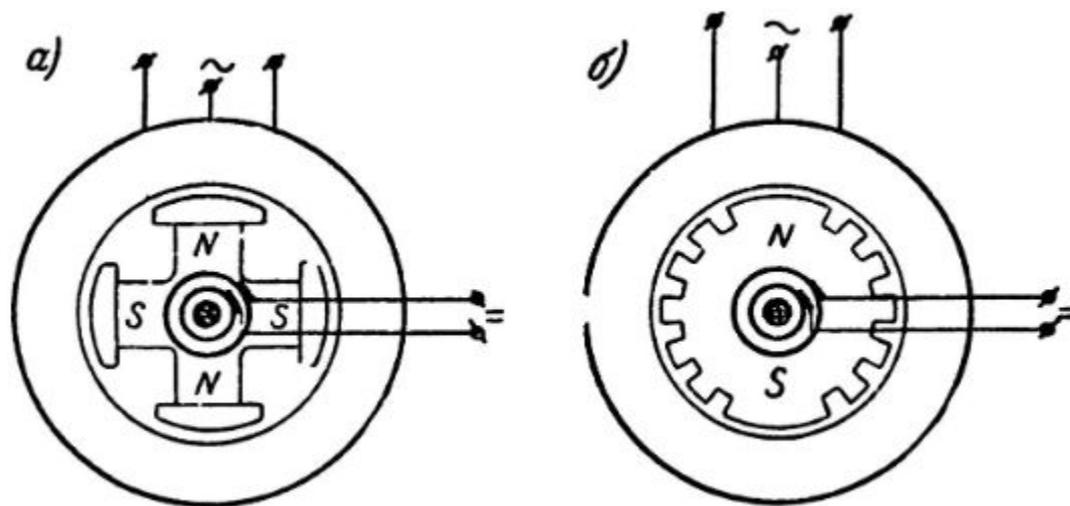

Рис. 3. Основные типы синхронных машин: а — с явнополюсным ротором, б — с неявнополюсным ротором
- По устройству ротора различают два типа синхронной машины: машина с явнополюсным ротором, в которой катушки обмотки постоянного тока размещены на выступающих полюсах (рис. 3,а) и машина с неявнополюсным ротором, в котором распределенная обмотка постоянного тока уложена в пазы ротора (рис. 3,б).